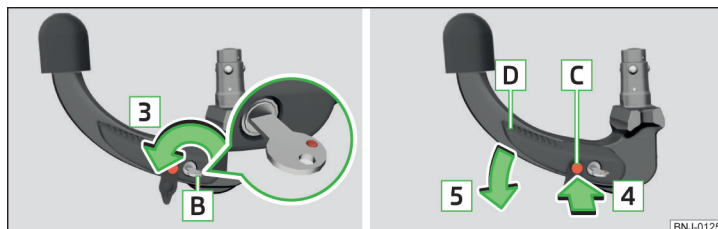

Fig. 244 Desbloquear la cerradura/ introducir el perno de activación y presione la palanca de mando
- » Gire la llave **B** en el sentido de la flecha **3** de manera que la marca roja muestra hacia arriba » fig. 244.